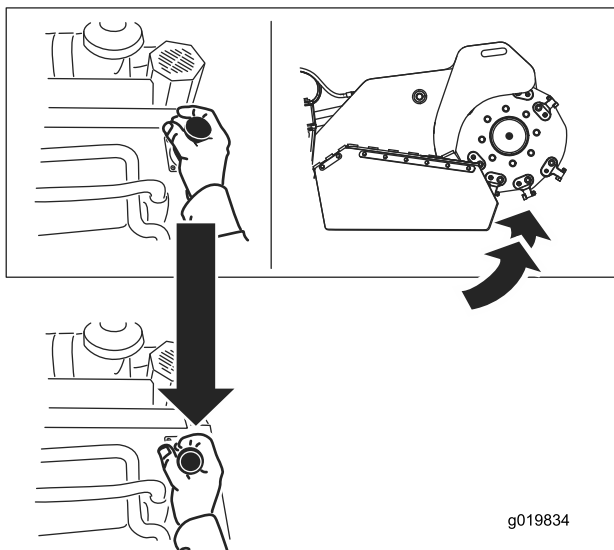

Figura 13
- Para elevar el desbastador, tire de la palanca hacia atrás (Figura 13).